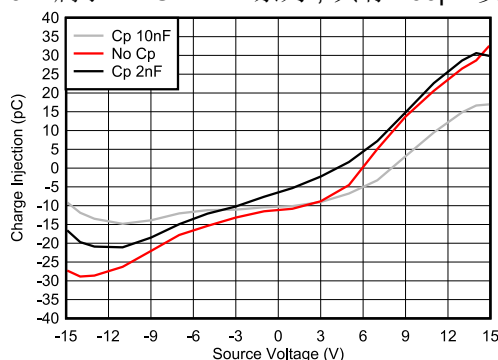

图 8-2. 电荷注入补偿
TMUX7208M 包含可减少漏极 (D) 电荷注入的专用架构。为了进一步减少敏感应用中的电荷注入，可以在源极 (Sx) 上添加补偿电容器 (Cp)。这将确保开关转换产生的多余电荷被推入源极 (Sx) 而非漏极 (D) 上的补偿电容器。通常，Cp 应比漏极 (D) 等效负载电容大 20 倍。图 8-2 展示了源极侧不同补偿电容器的电荷注入变化。该图是在 TMUX7219M 上捕获的，TMUX7219M 属于 TMUX72xx 系列，具有 100pF 负载电容。